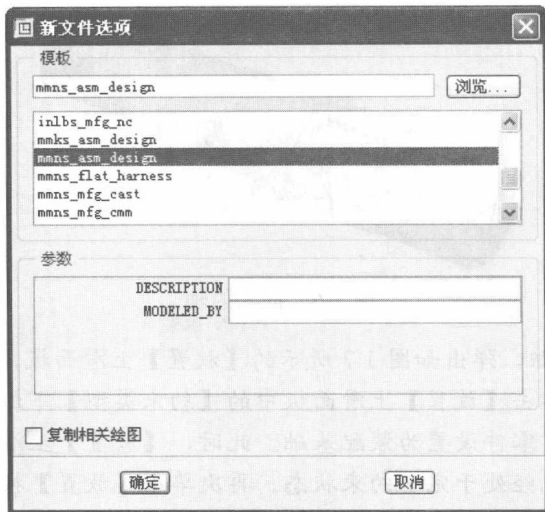

图 1.4 【新文件选项】对话框
STEP 02 单击【新建】对话框中的【零件】复选框，保持【实体】子类型单选按钮的默认选中状态，在【名称】文本框中输入本实例的名称“zhouxi”，取消【使用缺省模板】复选框的默认选中状态，单击【确定】按钮，打开图 1.4 所示的【新文件选项】对话框。